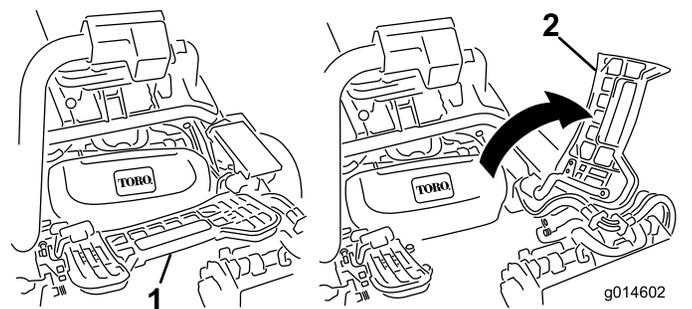

图48
2. 提起搁脚板并翻开，以便接触到中间滚刀组位置（图48）。